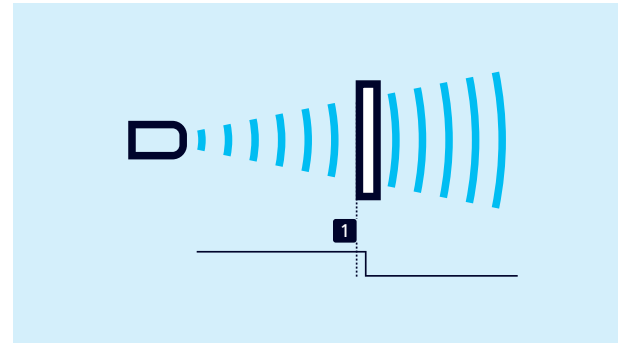

Bild 7: Schaltpunkt (Methode B), Einzelpunkt + Offset
- Der Schaltausgang wird gesetzt, wenn die zu einem Objekt gemessene Entfernung kleiner ist als der eingestellte Schaltpunkt plus einem Offset (vgl. Bild 7).